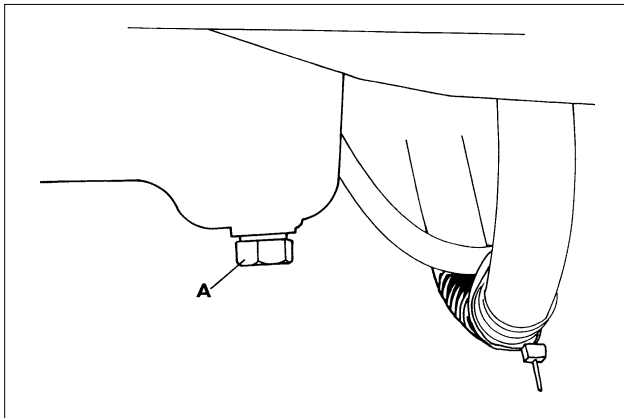

Fig.24
- After first warming up the engine remove the drain plug (A Fig.24) and drain all the oil from the crankcase sump.
- Warm eerst de motor op. Verwijder de aftapplug (A afb. 24) en tap alle olie uit het ondercarter af.
- Après avoir fait chauffer le moteur enlever le bouchon de vidange (A fig. 24) et vider le fond de carter